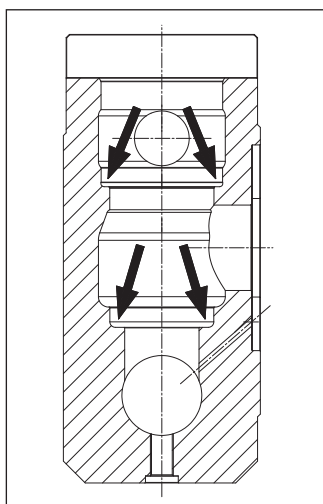

Рис. 175
**Перед установкой клапанных узлов на место хорошо очистите и высушите соответствующие гнезда в торце, обозначенные стрелками (Рис. 175).**